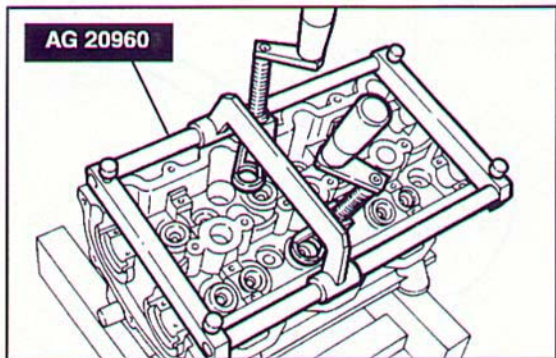

Fig. 177 ▲
- montare l'attrezzo premivalvole AG 20960, utilizzando i fori di fissaggio dei coperchi teste cilindri (Fig. 177);
- fit the valve-pincher tool AG 20960, using the mounting holes of the cylinder head covers (Fig. 177);